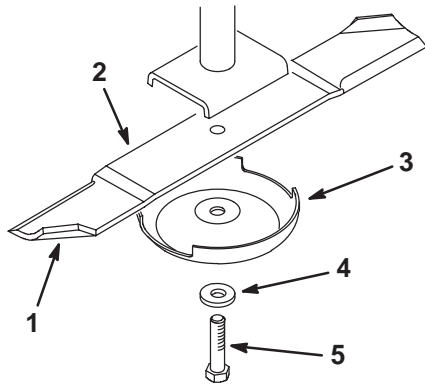
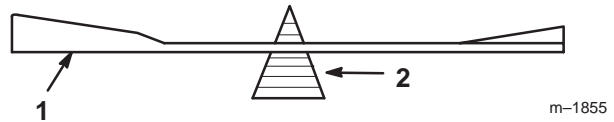

Figure 13
Figure 15
Tenez la lame à son extrémité avec un chiffon ou un gant épais. Enlevez les l'écrou de la lame, la rondelle de blocage, la coupelle de protection et la lame de l'axe (Fig. 13).
2. Vérifiez l'équilibre de la lame en la plaçant sur un équilibreur (Fig. 15). Si la lame reste horizontale, elle est équilibrée et peut être utilisée. Si la lame est déséquilibrée, limez un peu l'extrémité de la partie incurvée seulement (Fig. 13). Vérifiez de nouveau et répétez la procédure jusqu'à ce que la lame soit équilibrée.
1. Montez la lame et la coupelle de protection sur l'axe (Fig. 13).
2. Installez la rondelle de blocage et le boulon de fixation (Fig. 13). Serrez les boulons à 115–149 Nm.